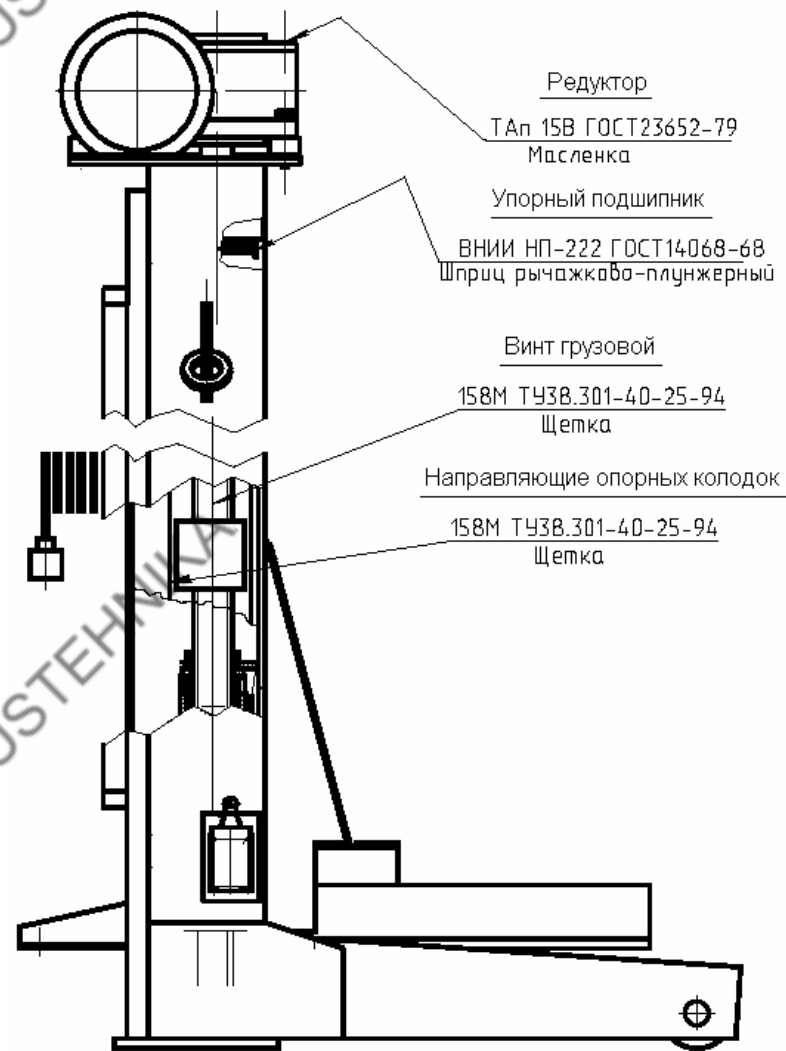

Рис. 6. Карта смазки стойки подъемника ПП-6
6.2.2 Для ревизии состояния смазки трущихся деталей (см. карту смазки на Рис. 6), в каждой стойке необходимо:
- произвести смазку стоек подъемника в соответствии с картой смазки (см. Рис. 6).